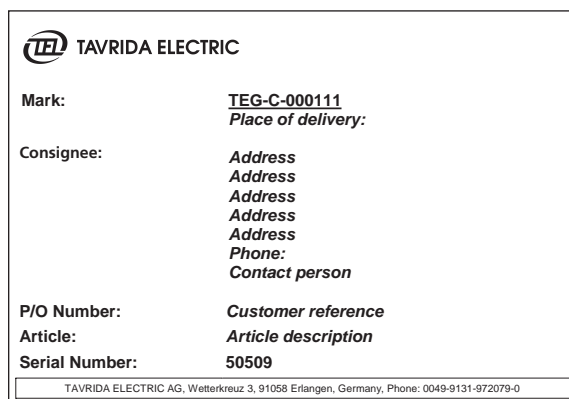

Fig. 9
- Etiqueta 2 con los datos de logística (Fig. 9)